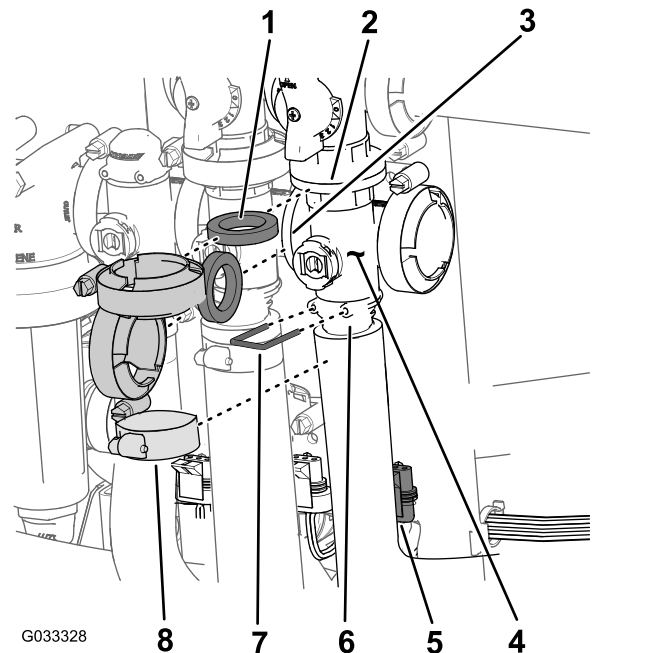

图 71
1. 拆下将主喷洒臂段阀歧管图 71 固定至主喷洒臂段旁通阀、搅拌阀和主喷洒臂段歧管阀在流量计的软管末端的夹具和垫片。
2. 拆下将出口接头固定至主喷洒臂段阀歧管的卡环 图 71。